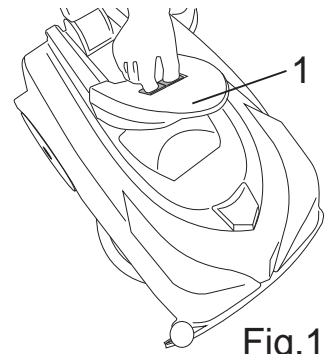

Fig.19
- Tag låget af opsamlingsbeholderen ved at trykke ind på de to forskydelige lukkeindretninger (Fig.19-Ref.1).